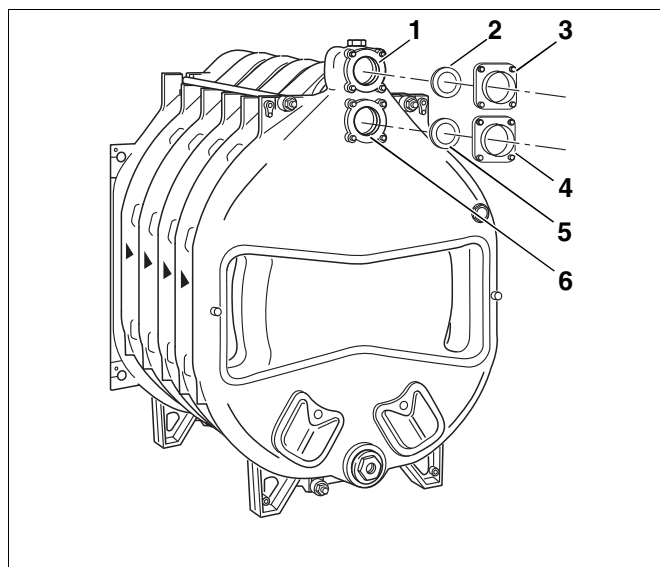

Рис. 23 Установка присоединительного фланца
- На верхней ступице котла (рис. 23, поз. 6 – штуцер обратной линии) при последующем подключении обратной линии устанавливается фланец (с приваренным патрубком). На рисунке изображены фланец и уплотнительное кольцо (рис. 23, поз. 4 и 5).
- Фланец подающей линии (рис. 23, поз. 3) и уплотнительное кольцо (рис. 23, поз. 2) устанавливаются для последующего присоединения подающей линии (рис. 23, поз. 1).